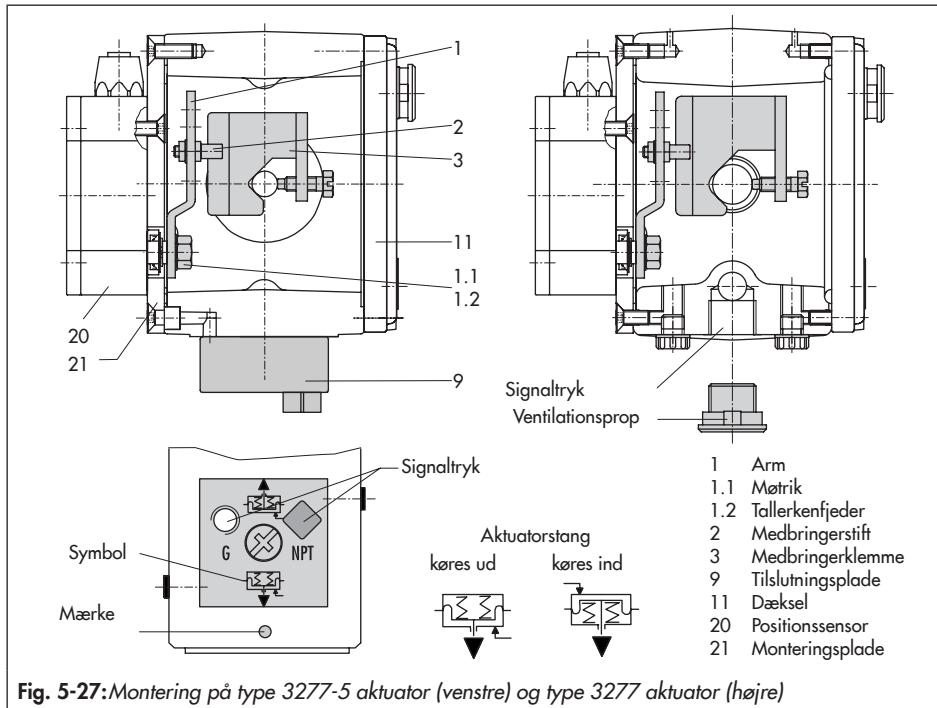

Fig. 5-27: Montering på type 3277-5 aktuator (venstre) og type 3277 aktuator (højre)
Type 3277-5 aktuator med 120 cm² (Fig. 5-27)
Signaltrykket fra positioneren ledes via signaltryk-forbindelsen på tilslutningspladen (9, Fig. 5-27 venstre) til aktuatorenens membran-kammer. Skru først tilslutningspladen (9), der følger med tilbehøret, på aktuatordelen.
- Drej tilslutningspladen (9), så det korrekte symbol for fejsikker handling "aktuator-spindel køres ud" eller "aktuatorspindel
køres ind" er ud for mærket (Fig. 5-27, nedenfor).